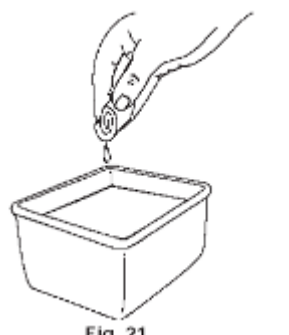

Fig. 21
- Laver le filtre dans un mélange d'eau et de détergent (Fig. 21). Rincer le filtre abondamment et le laisser sécher.